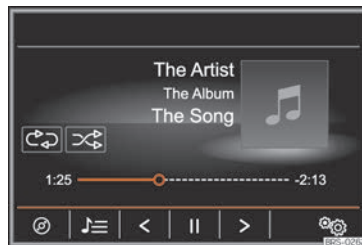

Abb. 206 Hauptmenü MEDIA.
- Tippen Sie auf die Funktionsfläche  » » » **Abb. 206**.